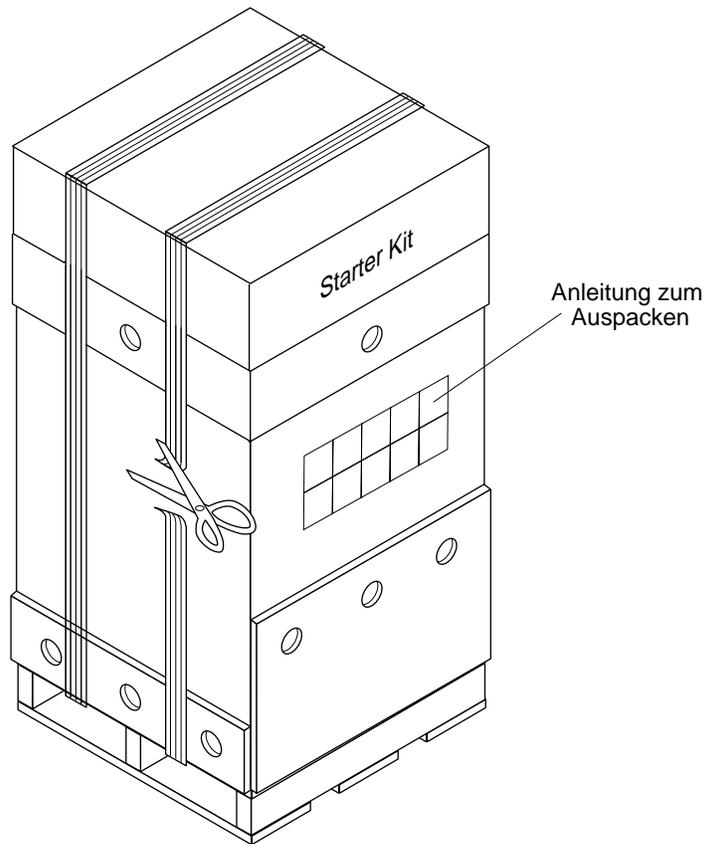

Abbildung 2-6 Verpackungsbänder durchtrennen
1. Durchtrennen Sie die Verpackungsbänder wie in Abbildung 2-6 dargestellt.